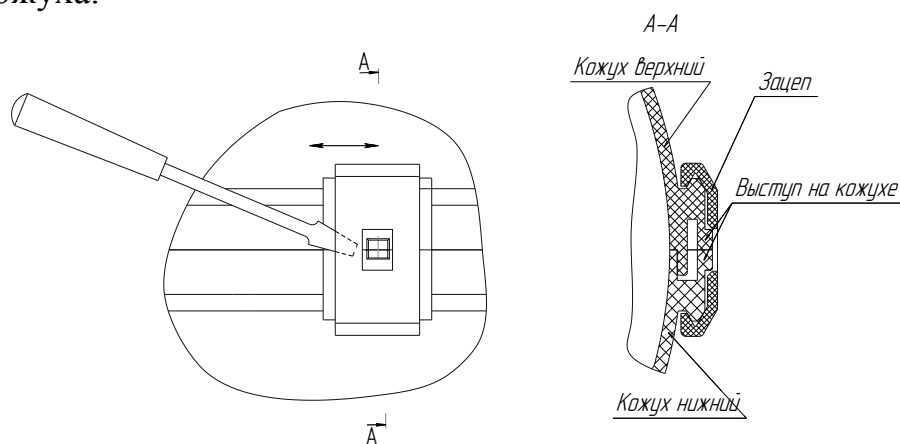

Рис.1- Снятие зацепа с корпуса нагревателя.
- а) снять зацепы. При снятии зацепа необходимо отверткой (с тонким жалом) отжать зацеп на величину высоты выступа на кожухе и сдвинуть вправо или влево относительно корпуса до полного снятия (рис.1);